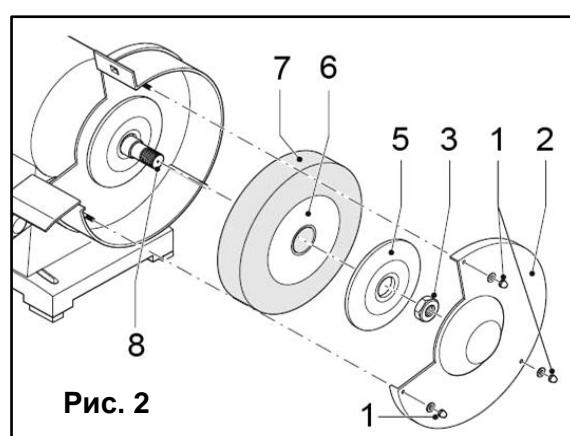

Рис. 2
Замена/установка шлифовального круга (Рис. 2)
- Открутите три гайки (1) (Рис. 2).
- Снимите защитный кожух (2).
- Открутите гайку (3) шпинделя (8)